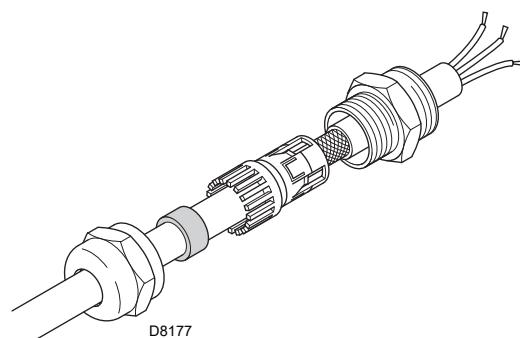

Fig. 7
- effectuer le blindage comme illustré sur la Fig. 7;